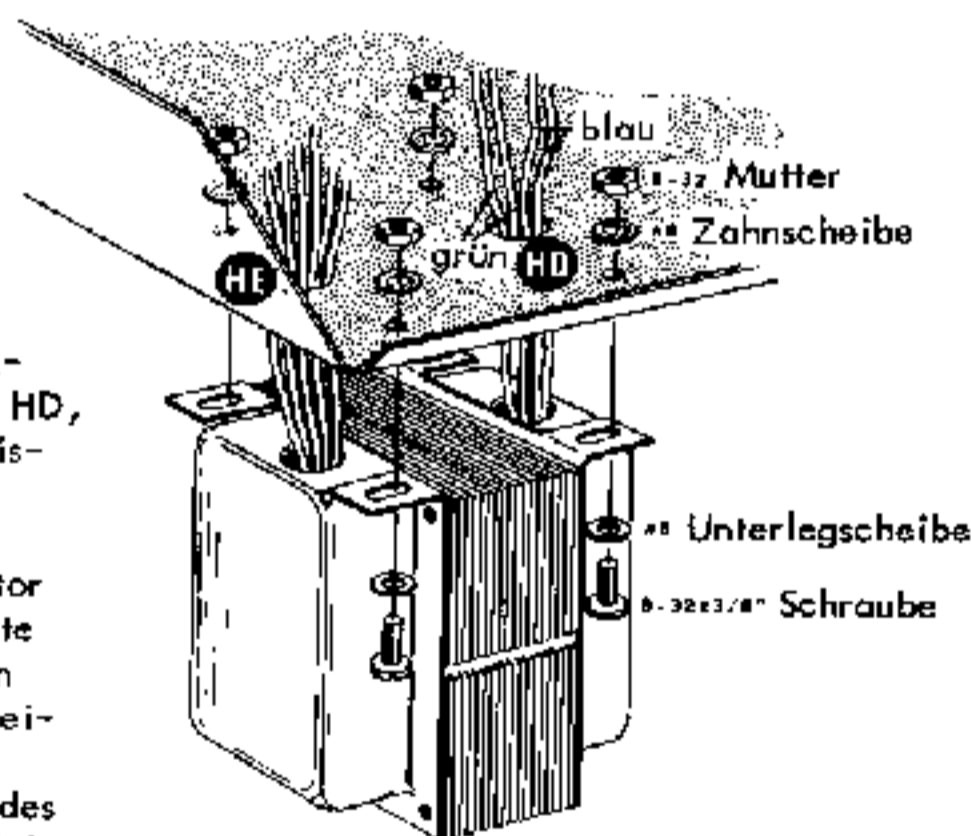

ABBILDUNG 1F
- () Bauen Sie den Heizspannungstransformator (Nr. 54X-76) entsprechend Abb. 1F bei J auf der Chassis-Oberseite ein. Verwenden Sie zur Montage Schrauben und Mutter der Grösse 8-32 sowie Unterlegscheiben und Zahnscheiben Nr. 8. Verlegen Sie die blauen und grünen Anschlussdrähte des Heizspannungs-Transformators durch die Bohrung HD, alle übrigen durch die Bohrung HE im Chassis-Blech.